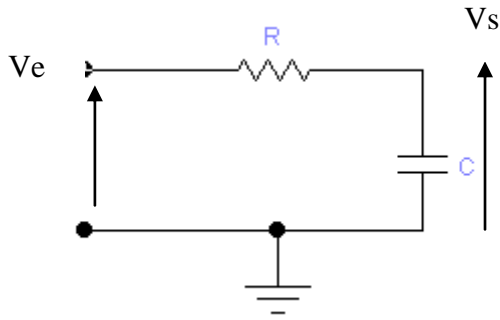
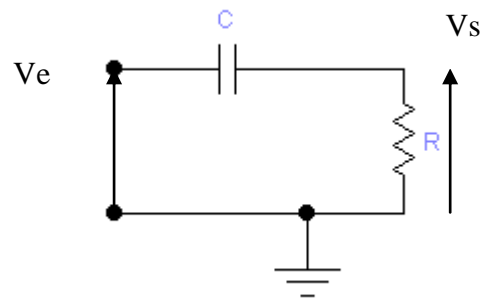

Figure 1
Figure 2
Une analyse fréquentielle du montage permet de déterminer les fréquences acceptées ou rejetées par ce filtre. En considérant les deux circuits donnés par les figures 1 et 2, on peut exprimer la fonction de transfert sous la forme : $\underline{H} = H.e^{j\varphi}$ où H est le gain (ou l'atténuation) et φ sa phase. La fonction de transfert dépend de la fréquence.
2. Travail demandé pour chaque circuit (Fig 1 et Fig 2) :
On réalise le montage de la figure 1 avec $R = 1K\Omega$ et $C = 10nF$. Le circuit est alimenté sous la tension alternative $V_e = V_{max} \sin wt$, de fréquence variable f. on observe la tension V_s à l'oscilloscope.
Réaliser le montage de la figure. 2.